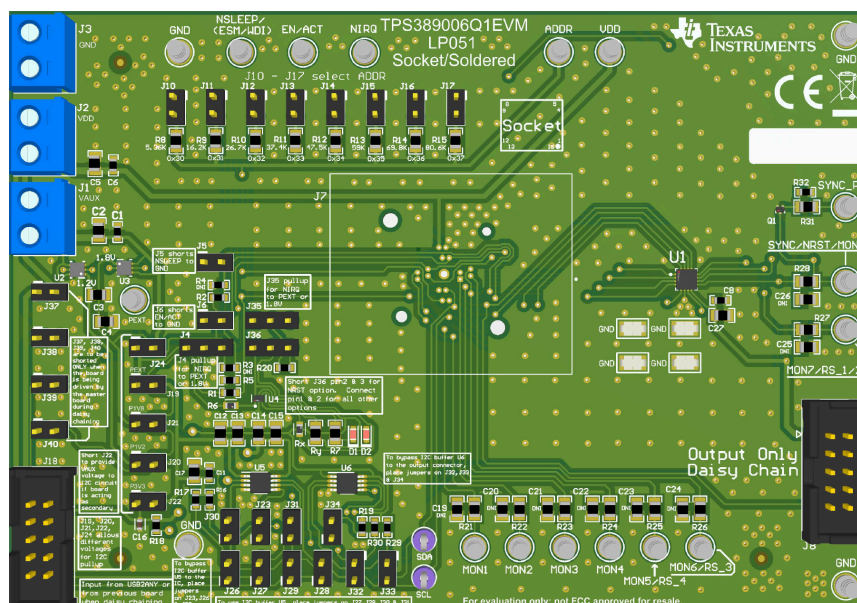

图 3-1. TPS389006Q1EVM 跳线位置
表 3-2 列出了 TPS389006Q1EVM 上的跳线。EVM 按顺序安装了三十五 (35) 个跳线。提供 图 3-1 作为直观的辅助手段。